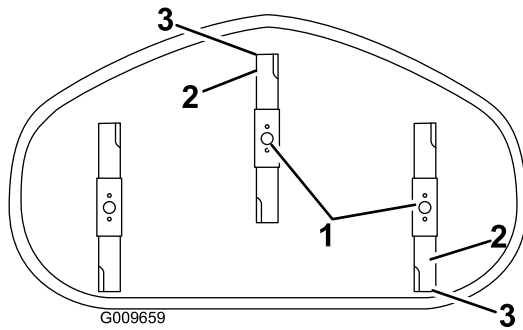

Figura 58
4. Gire cuidadosamente las cuchillas colocándolas en el sentido de avance de la máquina (Figura 58).
5. Mida entre la punta de la cuchilla delantera y la superficie plana y entre la punta de la cuchilla trasera y la superficie plana (Figura 58). Si la punta de la cuchilla delantera no está entre 1.6 y 7.9 mm (1/16 y 5/16 pulg.) más baja que la punta de la cuchilla trasera, ajuste la contratuerca delantera.
8. Compruebe la inclinación longitudinal de nuevo después del ajuste. Siga ajustando la tuerca hasta que la punta de la cuchilla más avanzada esté entre 1.6 y 7.9 mm (1/16 y 5/16 pulgada) más baja que la punta de la cuchilla más atrasada (Figura 58).